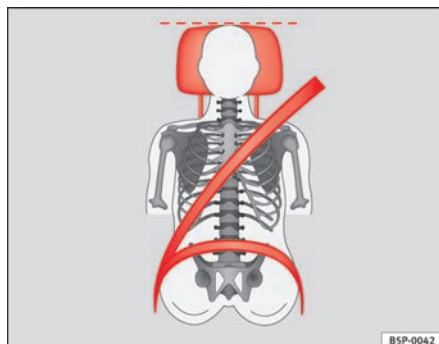
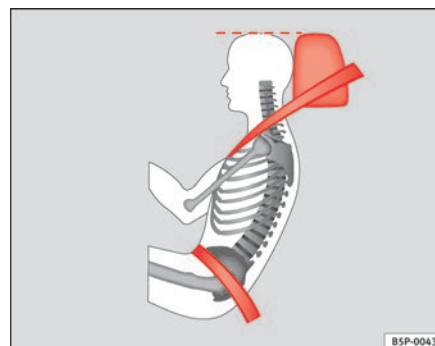

Fig. 69 Visto de frente:
Fig. 70 Visto de lado:
- Ajuste el apoyacabezas de modo que el borde superior del mismo quede a la misma altura que la parte superior de la cabeza, como mínimo a la altura de los ojos. ⇒ **fig. 69** y ⇒ **fig. 70**.